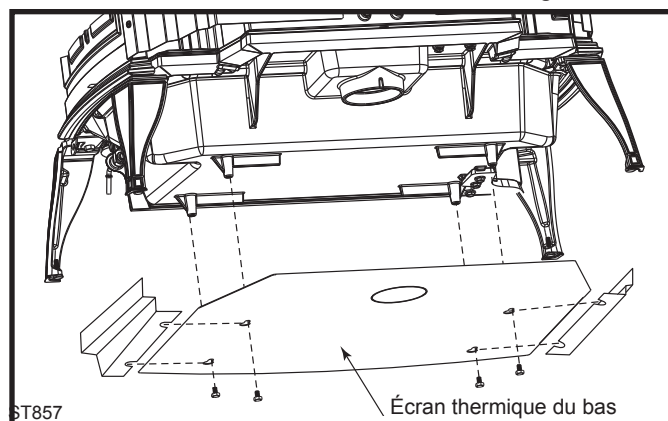

Fig. 22 Fixez l'écran thermique inférieure facultatif.
3. Passé les quatre boulons dans l'extrémité plus large des trous; tirez ensuite l'écran vers l'avant pour engager les extrémités plus petites des encoches en trou de serrure. (Fig. 22)